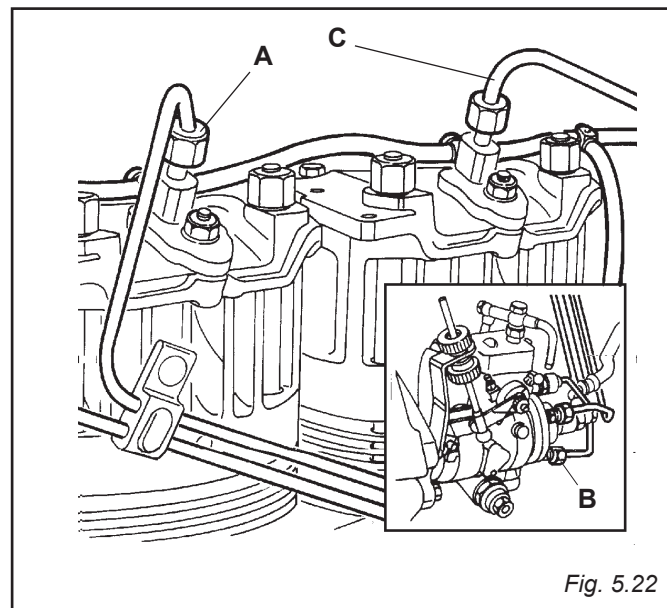

Fig. 5.22
5.29 FUEL FEED LINES TO THE INJECTORS (FIG.5.22)